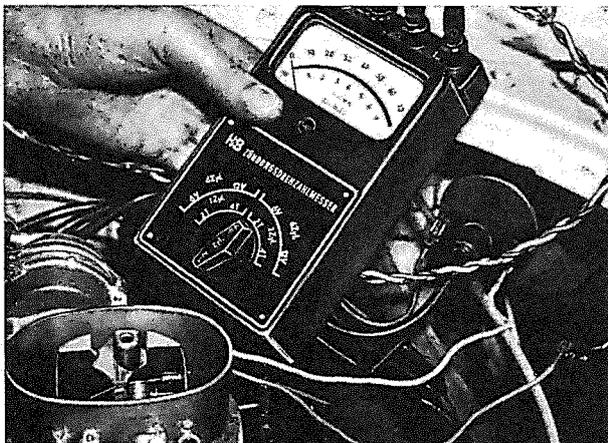

Bild 10
4. Drehzahlmesser anschließen. **Bild 10**